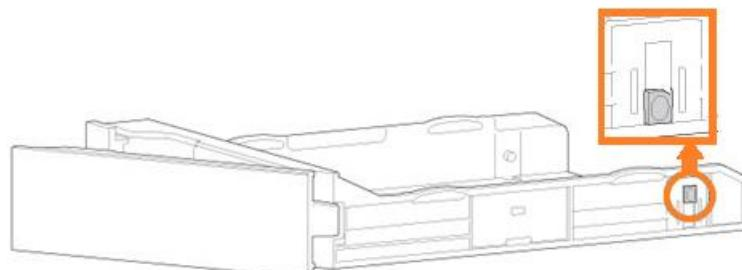

Рисунок 81 - Переключатель адаптера SSD
- 4.4) В нижнем правом углу лотка жестких дисков имеется переключатель адаптера SSD (см. Рисунок 81). Переключить его в нижнее положение.